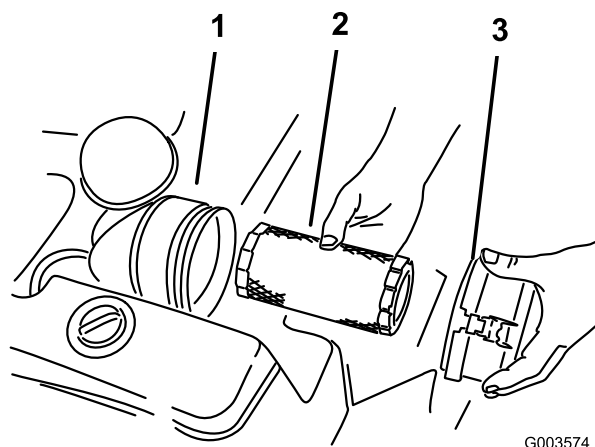

Figura 3
4. Remova a cobertura do filtro de ar e o filtro (Figura 3).